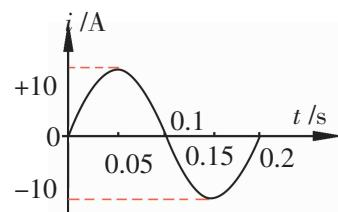

图 2-3-3
1. 如图 2-3-3 所示是某正弦式电流的电流图象，根据图象求出它的周期、频率和电流的峰值、有效值。